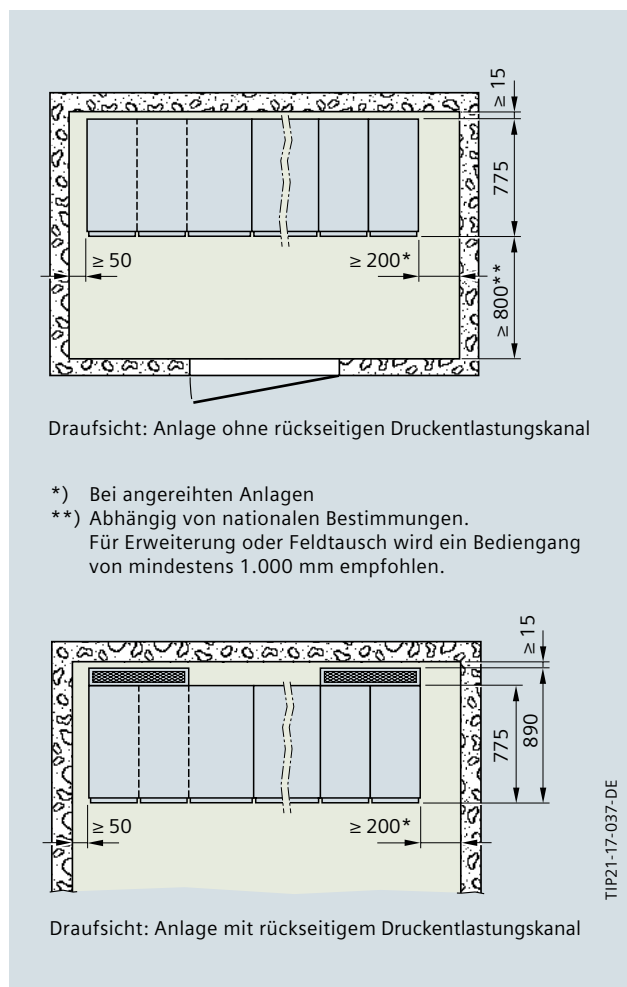

Abb. 2/8: Wandabstände für 8DJH bis 24 kV und 8DJH Compact (Maße in mm)
- Nach oben über rückseitigen Druckentlastungskanal (für erweiterbare und nicht erweiterbare Schaltfeldblöcke, Störlichtbogenklassifikation bis IAC A FL 16 kA, 1 s, Mindestraumhöhen gemäß Abb. 2/9), mit Druckabsorbersystem
- Nach oben über Sockel und rückseitigen Druckentlastungskanal (für Einzelfelder und Schaltfeldblöcke, Störlichtbogenklassifikation bis IAC A FL 21 kA, 1 s und IAC A FLR 21 kA, 1 s, Mindestraumhöhen gemäß Abb. 2/9), mit Druckabsorbersystem.
Für die 8DJH Compact sind folgende Arten der Druckentlastung (Abb. 2/10) auswählbar:
Für die Schaltanlagen 8DJH mit Freiluftgehäuse (Option) stehen für die Richtung der Druckentlastung (Abb. 2/9 und Abb. 2/10) zur Auswahl:
- Nach unten in den Kabelkeller (Störlichtbogenklassifikation bis IAC A FL bzw. FLR 21 kA, 1 s, Mindestquerschnitt des Kabelkellers gemäß Abb. 2/9 und Abb. 2/10)
Ergänzend zu den Angaben in Tab. 2/2 und Tab. 2/3 werden in den Feldansichten (Abb. 2/11) Kabel- und Wandleranschlüsse sowie deren Anschlusshöhe gezeigt. Für die Schaltfeldblöcke RR, RRR, RT, RRT und RTR ist eine Anlagenhöhe von 1.040 mm möglich (aber ohne Option Niederspannungsschrank). Die Höhe der Sockelblende E beträgt dann 32 mm und der Kabelanschluss D befindet sich in einer Höhe von 500 mm für Ringkabelfelder und 62 mm für Transformatorfelder. Feldansichten und Bemaßungen für die Schaltfeldblöcke 8DJH Compact sind in Abb. 2/12 dargestellt.
Die Maße für Bodenöffnungen und Befestigungspunkte der Anlagen sind der Abb. 2/13 zu entnehmen. Es werden nur Standardausführungen gezeigt. Für Feldausführungen mit Doppelkabelanschluss und vertiefter Kabelraumabdeckung sowie für gesonderte Ausführungen fordern Sie bitte Maßbilder über Ihren Siemens-Ansprechpartner an ([www.siemens.de/tip-cs/kontakt](http://www.siemens.de/tip-cs/kontakt)).